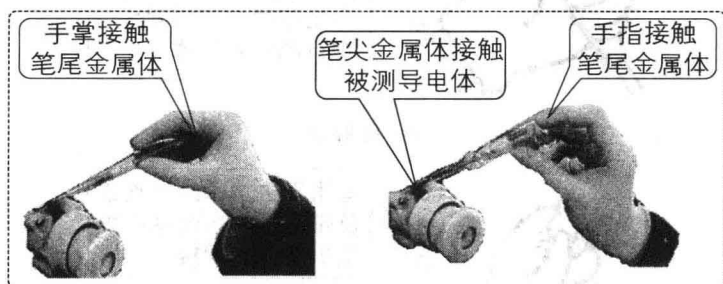

图 1-10 低压验电笔正确使用方法
(2) 使用注意事项
① 在使用前 首先应检查一下验电笔的完好性，四大组成部分是否缺少，氖泡是否损坏，然后在有电的地方验证一下，只有确认验电笔完好后，才可进行验电。在使用时，一定要手握笔帽端金属挂钩或尾部螺钉，笔尖金属探头接触带电设备，湿手不要去验电，不要用手接触笔尖金属探头。
② 使用低压验电器时 以手指触及笔尾的金属，使氖管小窗背光朝自己。当用电笔测试带电体时，电流经带电体，电笔、人体到大地形成通路，只要带电体与大地之间的电位差超过 36V，电笔中的氖管就发光。低压验电笔测电压范围为 60~500V。图 1-10 和图 1-11 注意了低压验电笔正确使用方法和不正确使用方法。